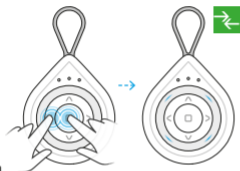

fig. 9a
2. Appuyez simultanément sur les boutons **STOP** et **GAUCHE** et maintenez-les enfoncés pendant 5 secondes jusqu'à ce que 4 diodes de transmission radio s'allument. Couleur bleue - communication bidirectionnelle activée - fig. 9a. Couleur rouge - communication bidirectionnelle désactivée - fig. 9b.